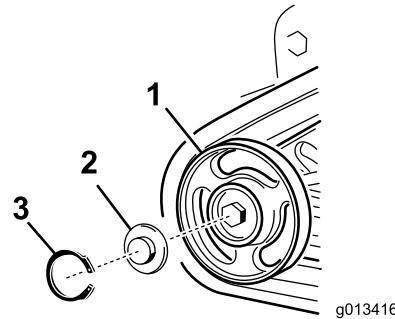

Figure 48
2. Déposez le jonc d'arrêt et le chapeau d'un galet de roulement (Figure 48).
3. Vérifiez la graisse sous le chapeau et autour du joint (Figure 48). Si elle est encrassée, granuleuse ou en quantité insuffisante, enlevez toute la graisse, remplacez le joint et ajoutez de la graisse neuve.
5. Placez le chapeau de galet de roulement sur la tête du boulon (Figure 48).
6. Fixez le chapeau avec le jonc d'arrêt (Figure 48).